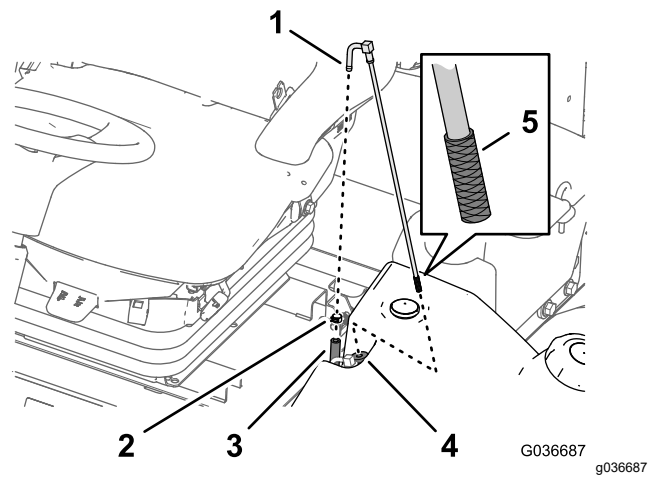

Figura 46
2. Separate il flessibile dal raccordo (Figura 46).
3. Sollevate il tubo di adduzione del carburante dal serbatoio del carburante (Figura 46).
4. Pulite eventuali detriti dalla griglia all'estremità del tubo di adduzione del carburante (Figura 46).
5. Inserite il tubo di adduzione del carburante attraverso la boccia in gomma e nel serbatoio (Figura 46).
1. Rimuovete la fascetta stringitubo che fissa il flessibile di alimentazione del carburante al raccordo del tubo di adduzione del carburante (Figura 46).